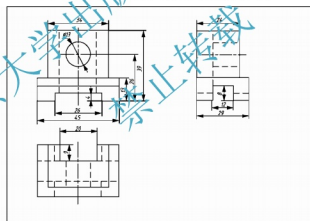

图 13-26 完善图形
③ 添加轴线或中心线：将“中心线”层设为当前层，绘制水平和垂直中心线，结果如图 13-26 所示；
④ 标注尺寸：将“尺寸线”层设为当前层，使用相应命令标注尺寸，结果如图 13-26 所示。